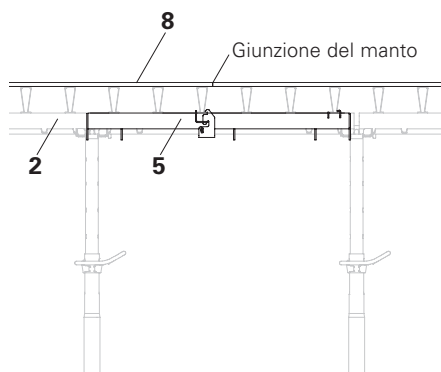

Fig. A8.03
Attaccare la traversa GF 100 (5) sull'elemento standard GFP (2) alla trave longitudinale con la sporgenza più piccola del pannello di cassaforma. (Fig. A8.03/A8.04)